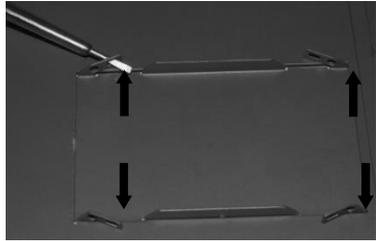

图 2-3 键盘拆卸图示
- 键盘的拆卸：将手指放在键盘上方的手指插入槽，略微用力向下按压，再轻轻往外拉即可拆下键盘；如图 2-3 所示。对于 22kW 以上变频器，拆下键盘后，还需要使用随机附带的键盘孔盖将原孔封堵。